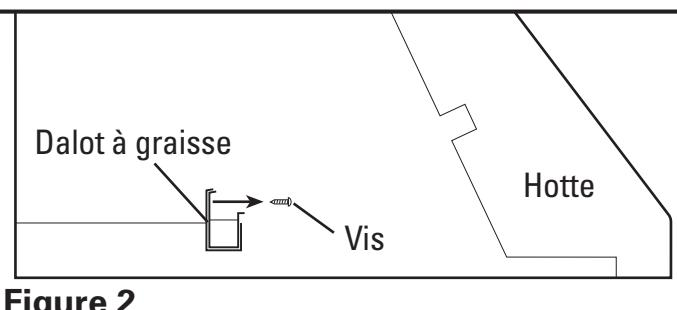

Figure 2
- Enlevez les deux vis fixant le dalot à graisse en place. Ces vis furent installées pour la protection durant le transport (**Figure 2**).